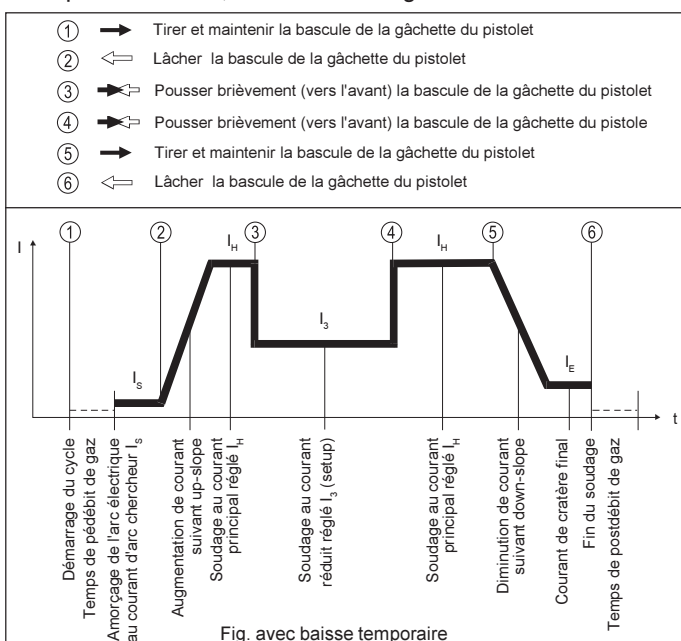

Fig. 5 Séquence de fonctionnement au mode spécial à 4 temps - variante I
**Mode de fonctionnement spécial à 4 temps - variante I (fig. 5)**